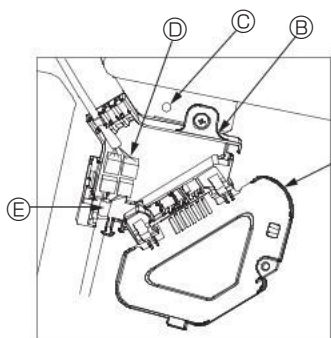

Fig. 10-8
- ① Avlägsna en skruv som håller anslutningsdosans lock och öppna locket.
- ② Anslut anslutningskablar till kontakt för lamellmotor och panelmotors kontakt i anslutningsdosa. (Fig. 10-8)